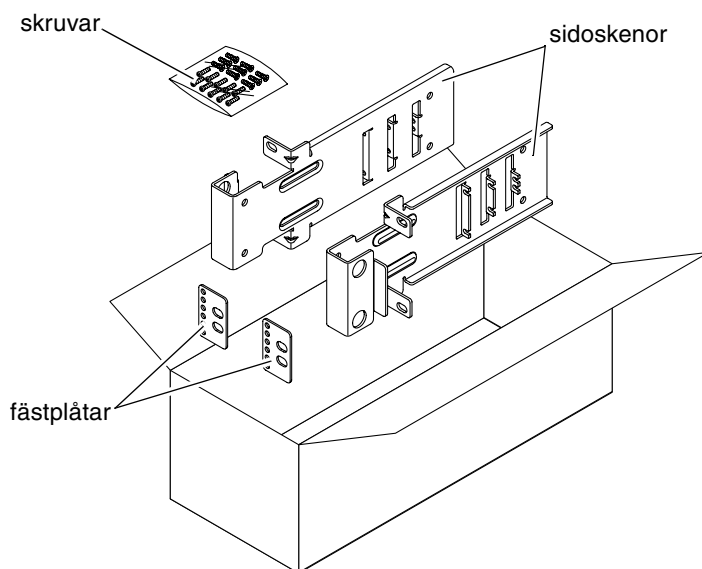

BILD 3-30 Innehåll i paketet för 19-tums 2-bensrack
1. Ta fram sidoskenorna från rackpaketet (BILD 3-30).
5. Om du installerar i en miljö med mycket vibrationer ska du använda de bakre fästplåtarna och skruva fast servern i racket (BILD 3-30).